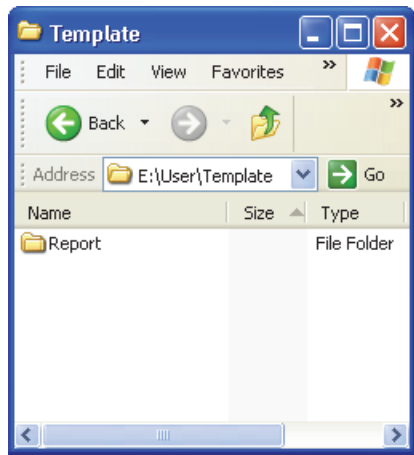

图 7-4 报告文件夹路径
- b) 如果存储卡中没有这些文件夹，则创建以下文件夹：\User\Template\Report\（参见第 166 页的图 7-4）。